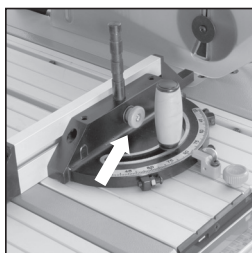

Fig. 19
**Remarque :** La surface de guidage extrudée de la butée d'onglet doit être réglée de telle manière qu'elle se trouve à proximité de la protection de la lame de scie sans la gêner toutefois. Le réglage est effectué par desserrage des écrous papillon et déplacement de la surface de guidage dans la position requise. Resserrer l'écrou papillon (fig. 19).